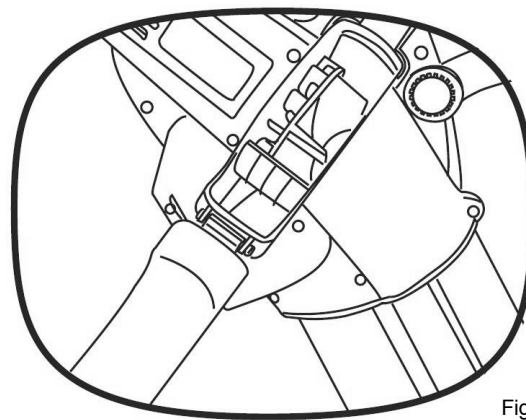

Fig. 11
3. Dévissez le dispositif de dégagement pour accès à l'hélice dans le sens antihoraire, jusqu'à ce que le couvercle de l'hélice s'ouvre. Voir Fig. 11.